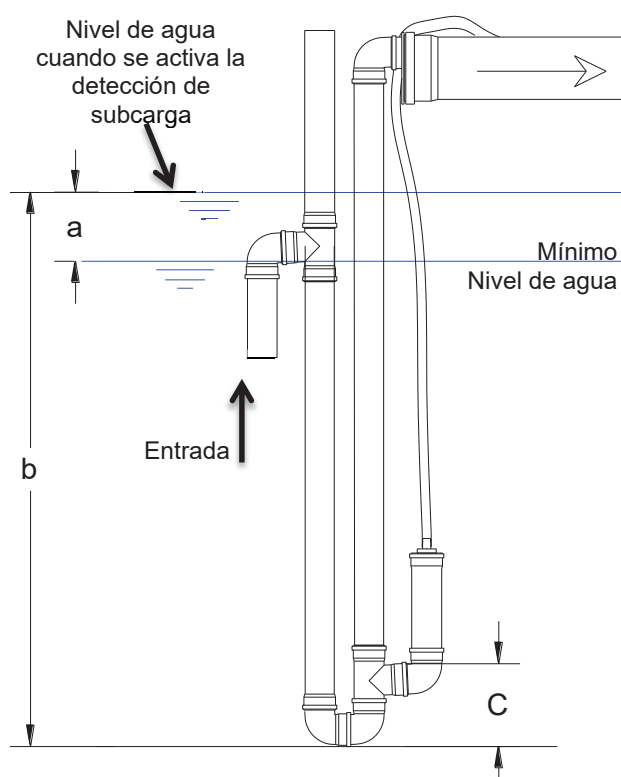

Imagen 14: Sifón de alimentación, alturas en la sedimentación primaria
La primera cámara (acumulación de lodos/tampón), en la que se encuentra el sifón de carga, debe llenarse de agua hasta el nivel en el que se vaya a activar un ciclo de limpieza. Este nivel de agua depende de la geometría del tanque y de las personas conectadas (PC). Las alturas tampón recomendadas (véase *Sec. Imagen 14, página. 76*) por encima del nivel mínimo de agua se indican para las distintas constelaciones en la siguiente tabla.